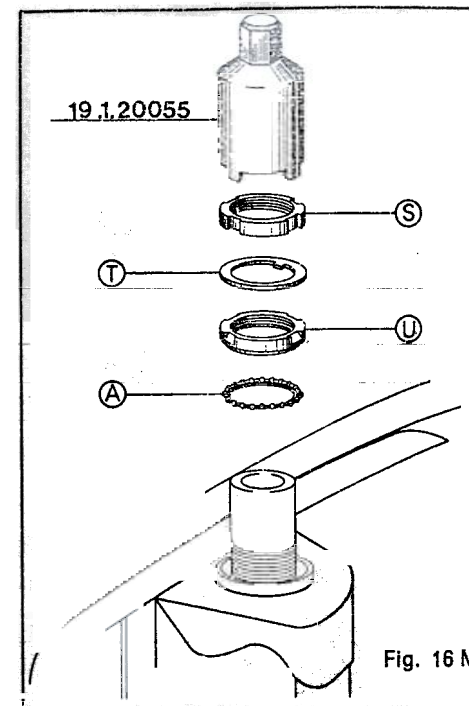

Fig. 16 M
Fig. 16 M. **Tuerca cojinete superior dirección:** Sosteniendo el grupo dirección para evitar el giro, introducir la jaula de bolas y enroscar a mano la tuerca «U», llevándola en contacto con la jaula, con la llave dentada 0014566 ó (19.1.20055), continuar atornillando hasta que la dirección misma gire libremente, es decir, hasta conseguir un apriete de  $5 \div 6$  Kgm.; girar ahora en sentido inverso la tuerca «U», aproximadamente  $1/4$  de vuelta, que serán  $80^\circ - 90^\circ$ . Seguir montando la arandela de tope «T» y el casquillo «S», bloquear este último con la llave 0014566 (19.1.20055) con un par de  $3 \div 4$  Kgm.
- Pueden utilizarse los útiles indicados en la fig. 16 o figura 17 M, indistintamente.